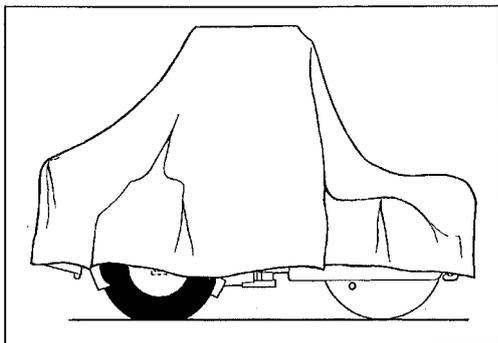

Fig. 47 Rodillo protegido de las inclemencias del tiempo
- * Tape el panel de mandos con el protector de instrumentos. Tapar toda la máquina con una lona. ATENCION: La lona no debe llegar al suelo (ver fig. 47). Si es posible, estacionar la máquina en interiores, preferentemente en un local con temperatura sin cambios.